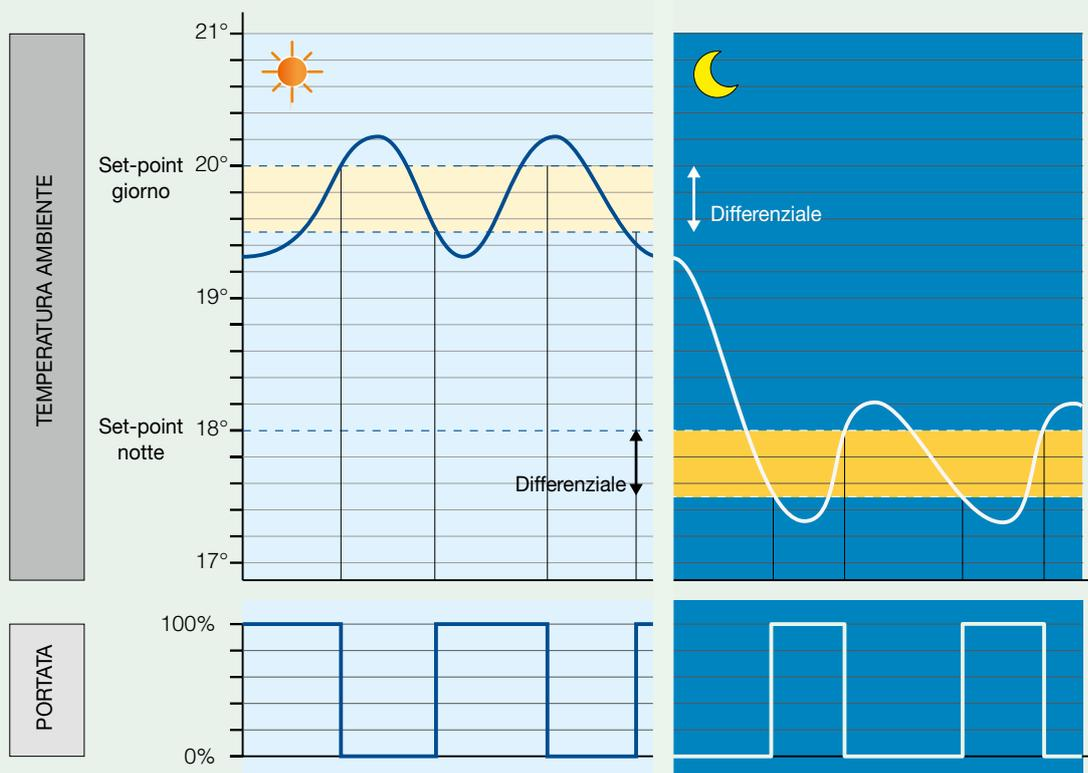

Fig. 9A: Diagramma di regolazione ON/OFF
È la più semplice tra le regolazioni e prevede di mantenere la temperatura ambiente tra un valore minimo e un valore massimo. In questo caso il regolatore è un semplice termostato, che può essere o in stato di accensione (ON), quando la temperatura ambiente misurata è al di sotto di un valore minimo di set-point, oppure in stato di spegnimento (OFF) quando viene raggiunta la temperatura desiderata. Di conseguenza, per natura di questa logica di regolazione, la temperatura ambiente oscilla continuamente nel tempo con un'ampiezza che dipende dal cosiddetto "differenziale", cioè lo scostamento tra i valori di temperatura massimo e minimo che determinano gli stati ON e OFF (fig. 9A). Il valore del differenziale solitamente può essere impostato ma occorre trovare il giusto compromesso: un differenziale troppo basso determina una temperatura ambiente mediamente vicina a quella desiderata ma accensioni e spegnimenti molto frequenti.